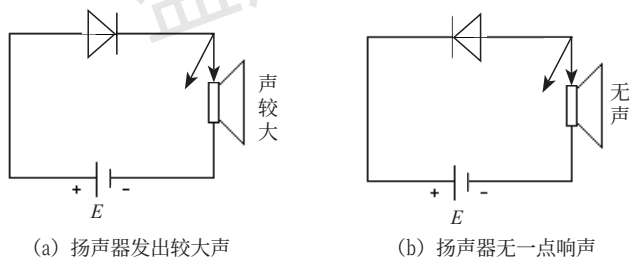

图1-6 判别二极管极性的方法三
② 如没有万用表,也可用电池、扬声器(或耳机)与被测二极管串接。当二极管负端接电池正极,正端串接扬声器再接电池负极(反向连接),断续接通时,若扬声器发出较大的“咯咯”声,表明二极管已击穿,如图1-6(a)所示;反过来,如果将二极管正向连续接通时,如图1-6(b)所示,扬声器无一点响声,表明二极管内部断路。